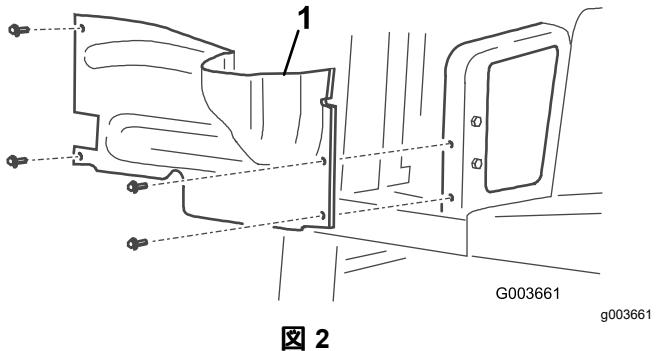

図 2
7. 右側ホイールシュラウドをフレームに固定しているボルト4本を取り外し、シュラウドを取り外す(図2)。